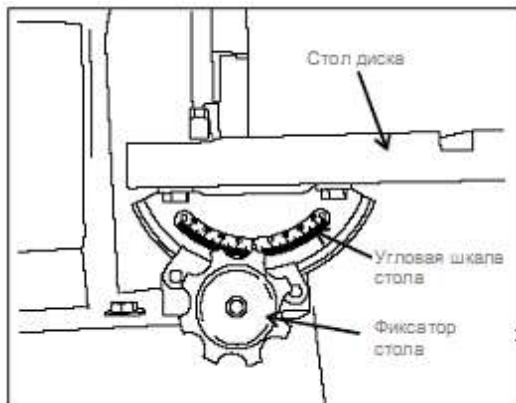

Рис. 4: Регулировка стола диска
1. Разблокировать два фиксатора под столом на каждом конце (Рис. 4.)